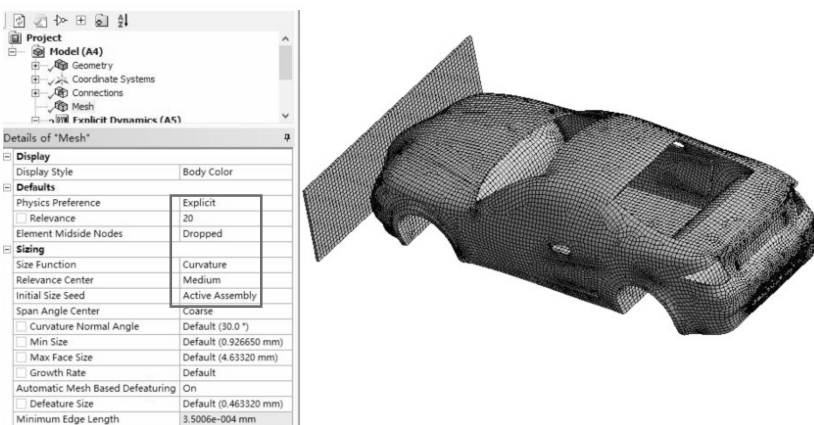

图 6-4 网格划分
(1) 在导航树里单击【Mesh】→【Details of “Mesh”】→【Defaults】→【Relevance】= 20，其他默认。
(2) 生成网格：右键单击【Mesh】→【Generate Mesh】，图形区域显示程序生成的网格模型，如图 6-4 所示。